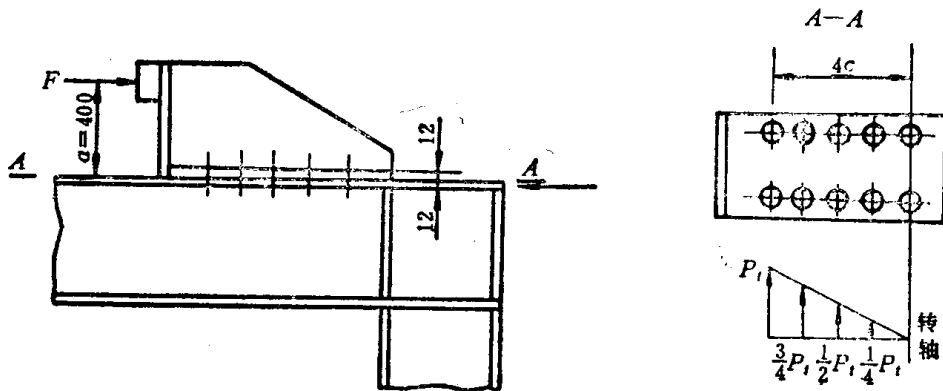

图 5-2
**例5-3** 试决定图 5-2 所示承轨梁端部的起重机阻进装置(挡块)连接的最大承载能力  $F$ 。10个连接铆钉的直径  $d_0 = 20 \text{mm}$ , 孔径  $d = 21.5 \text{mm}$ , 材料为 ML3, 许用应力按教材表 5-4 查取。